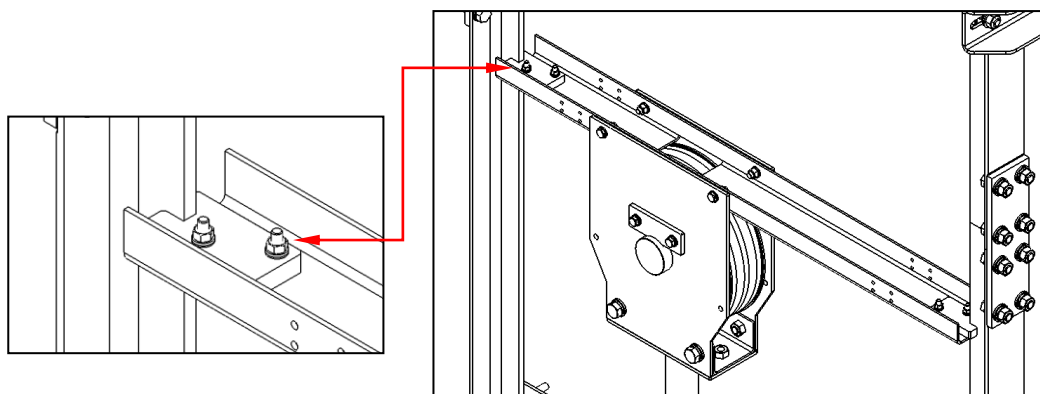

Figura 31: Ajuste das guias da viga de elevação.
- Ajustar as folgas dos guias laterais da viga elevatória, conforme figura 31.